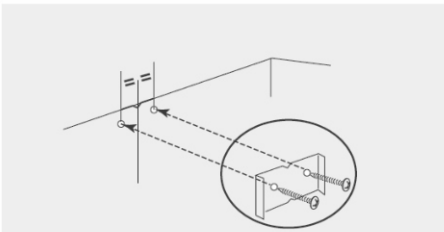

Рис.6
- Закрепите на стене 2 шурупами металлическое крепление трубы у потолка (рис. 6).